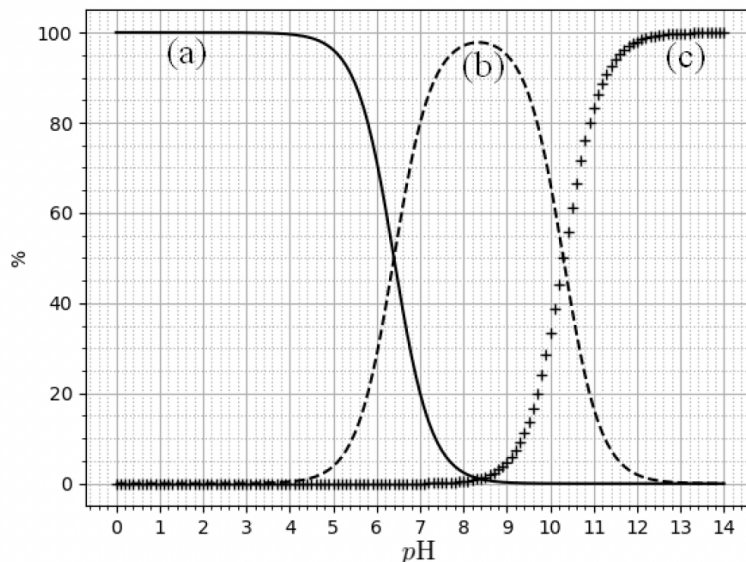

Figure 5 - Diagramme de distribution de l'acide carbonique
On fournit le diagramme de distribution de l'acide carbonique sur la **figure 5**.
- Q37.** À l'aide du diagramme de distribution de la **figure 5**, déterminer les valeurs de pK_{A1} et pK_{A2} en justifiant votre réponse.